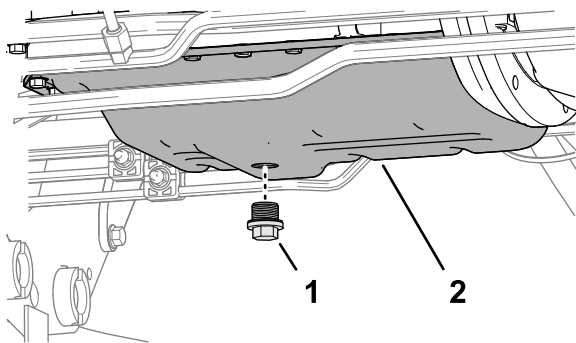

Figura 125
4. Scoateți bușonul de golire (Figura 125) i lăsați uleiul să curgă în tava de golire.